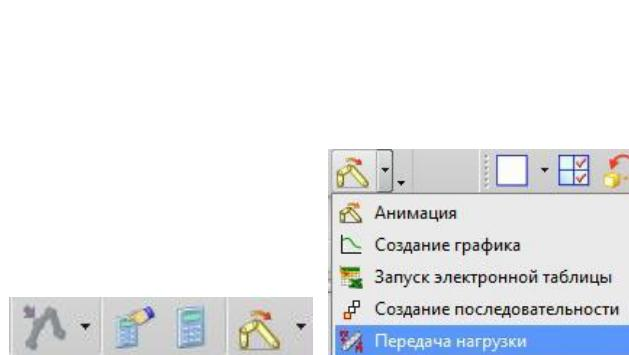

Рис.13
- Данное средство можно активизировать из панели инструментов *Перемещение* (рис.13, по крайней справа пиктограмме). В ответ система предложит разные возможности (рис.14), но мы выберем опцию *Передача нагрузки*.